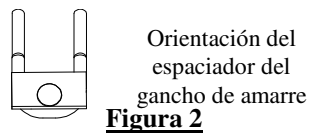

Figura 2
- Coloque el perno de carruaje de 1/2" y espaciador en la orientación del gancho de amarre como se muestra. Ver Figura 2.